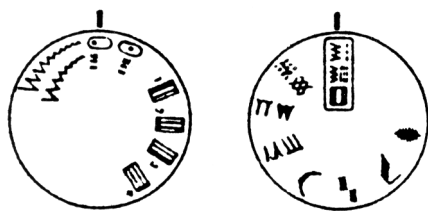

Рис. 2
Если регулятор выбора стежка (усиленный стежок или стежок “зиг-заг”) установлен на символ положения стежка “слева”, машина должна выполнять безупречную прямую строчку. Расстояние между пальцем манипулятора 2 и верхней точкой кулачка регулятора стежка “зиг-заг” должно составлять 0,1 - 0,2 мм (рис. 2 и 2b).
- Регулятор установить, как показано на рис. 2.
- Ослабить гайку 5 (рис. 2а и 2с).
- Затянуть гайку 5, не закручивая винт 6 (рис. 2с).
Рис. 2а
Рис. 2с